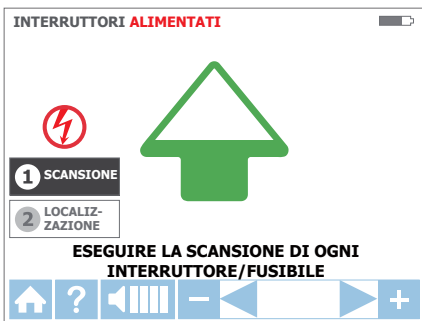

Figura 3.3c: Modalità SCAN (Scansione) – Scansione di salvavita/fusibili
1. L'unità si avvierà automaticamente in modalità 1 **SCAN (Scansione)** (Figura 3.3c).